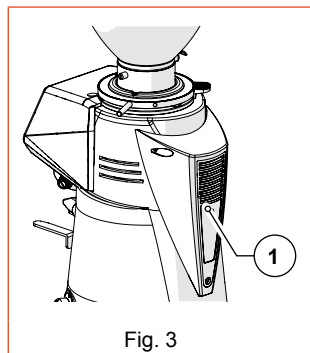

Fig. 3
- **Ventola di raffreddamento (Fig. 3)**